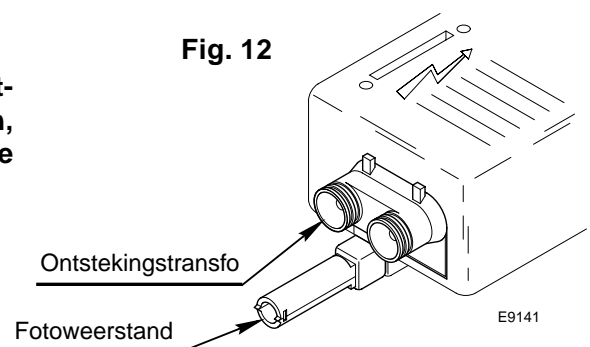

Fig. 12
#### TOEGANKELIJKHEID VAN DE FOTOWEERSTAND (zie fig. 12)
- Reinig de fotowerstand (fig. 12, blz. 5).